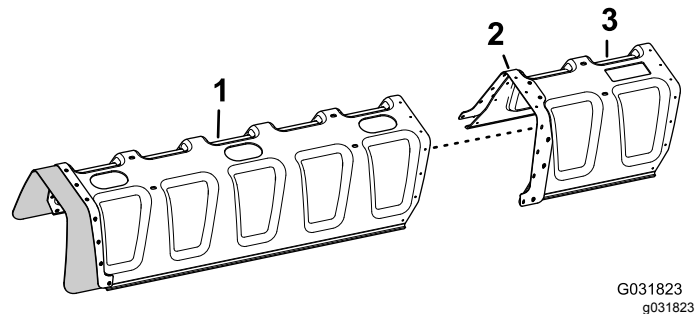

图149
3. 将护罩延长组件加强板双排上的孔与11 喷嘴喷洒臂护罩上的孔对齐图149。